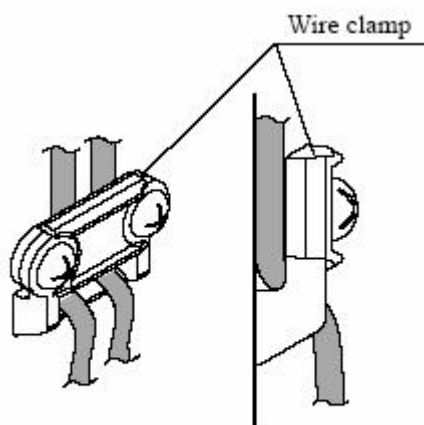

Figure1
- Passer le câble au travers des trous de l'attache câble, et le maintenir avec les vis. Voir dessin figure 1